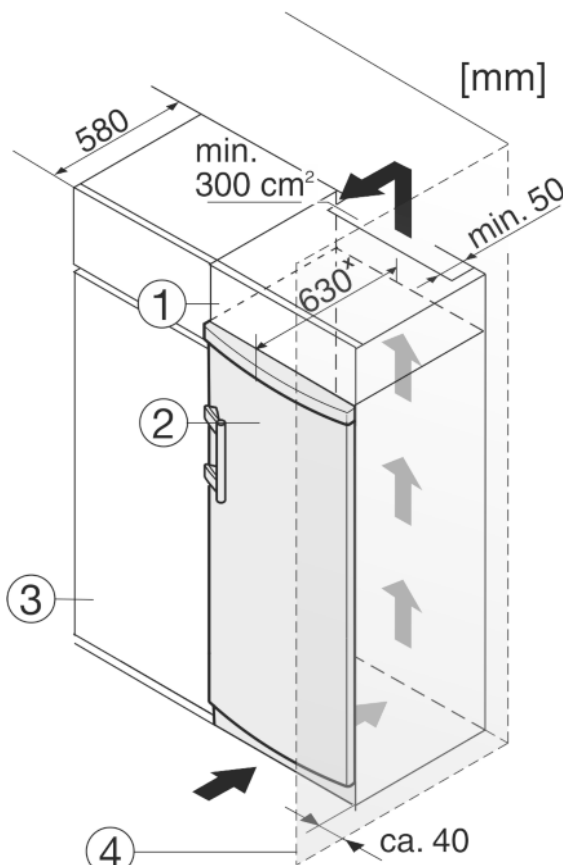

Fig. 9
Urządzenie może zostać obudowane szafkami kuchennymi. Aby dopasować urządzenie Fig. 9 (2) do wysokości ciągu szafek kuchennych, można nad urządzeniem umieścić odpowiednią szafkę nasadzaną Fig. 9 (1).
W przypadku obudowania szafkami kuchennymi (głębokość maks. 580 mm) urządzenie można ustawić bezpośrednio obok szafki kuchennej Fig. 9 (3). Urządzenie wystaje z boku o 34 mmx i na środku urządzenia o 50 mmx w stosunku do frontu szafek kuchennych.
Jeżeli urządzenie będzie ustawiane z zawiasami do ściany Fig. 9 (4), to pomiędzy urządzeniem i ścianą należy zachować minimalny odstęp, wynoszący 40 mm. Na taką odległość wystaje klamka przy otwartych drzwiach.